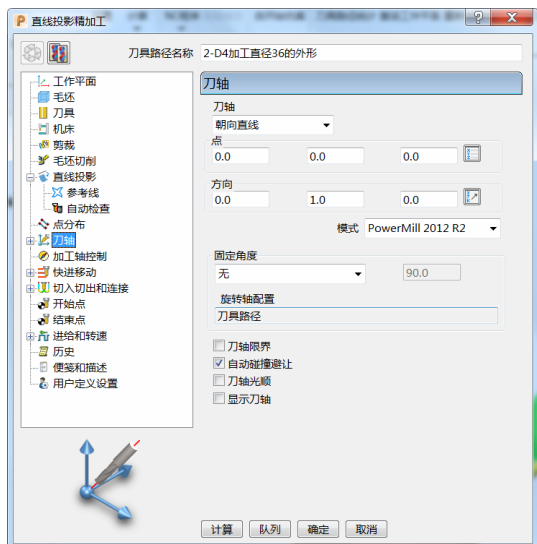

图 3-17
5) 刀轴: 选择“朝向直线”; 设定点坐标为 (0.0, 0.0, 0.0), 方向坐标为 (0.0, 1.0, 0.0), 固定角度选择“无”, 勾选“自动碰撞避让”。(图 3-17)